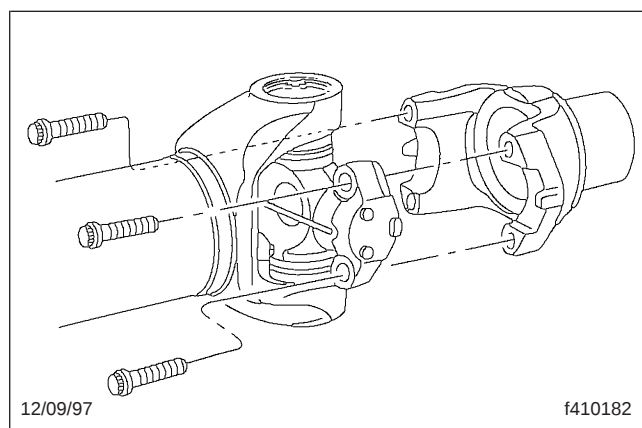

Fig. 4, Joint universel série Meritor RPL
Joints universels de série RPL avec cuvettes de roulement (figure 4)	125 (169)